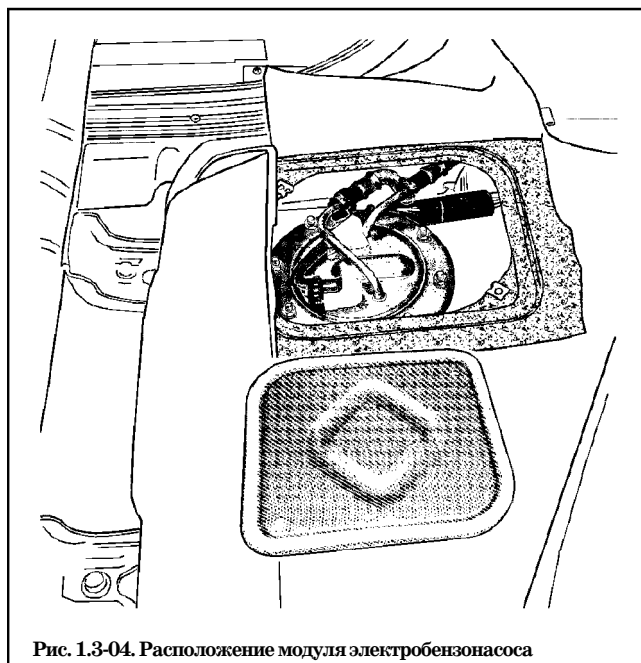

Рис. 1.3-04. Расположение модуля электробензонасоса
2. Отсоединить провода от электробензонасоса (см. рис. 1.3-04).